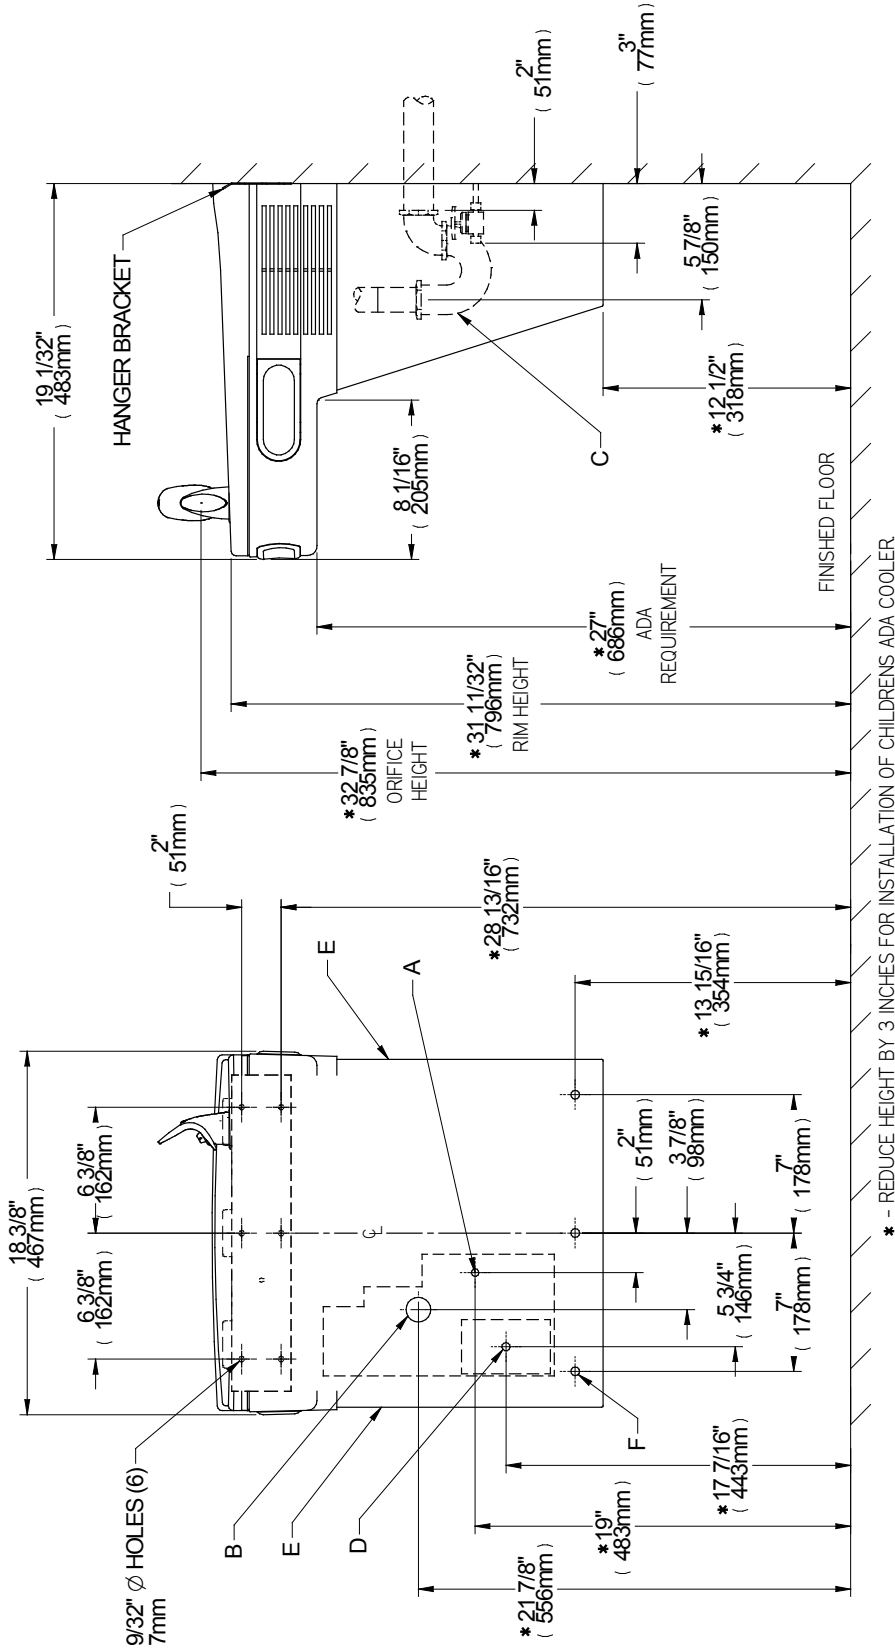

Fig. 2
- 1) Remove hanger bracket fastened to back of cooler by removing one (1) screw.
- 2) Mount the hanger bracket as shown in Figure 2.
- NOTE:** Hanger Bracket **MUST** be supported securely. Add fixture support carrier if wall will not provide adequate support. Anchor hanger securely to wall using all six (6) 1/4 in. dia. mounting holes.
- 3) Hang the cooler on the hanger bracket. Be certain the hanger bracket is engaged properly in the slots on the cooler back as shown in Figure 2.
- 4) Remove the four (4) screws holding the lower front panel at the bottom of cooler. Remove the front panel by pulling straight down and set aside.
- 1) Retire el soporte fijador que se encuentra conectado a la parte posterior del enfriador sacando un (1) tornillo.
- 2) Monte el soporte fijador de la manera descrita en Fig. 2.
- 1) Retirez le support de suspension fixé au dos du refroidisseur en retirant une (1) vis.
- 2) Montez le support de suspension comme indiqué dans la figure 2.
- 3) Pendez le refroidisseur au support de suspension. Assurez-vous que le support est correctement inséré dans les emplacements au dos du refroidisseur, comme indiqué dans la figure 2.
- 4) Retirez les four (4) vis maintenant en place le panneau frontal au bas du refroidisseur.